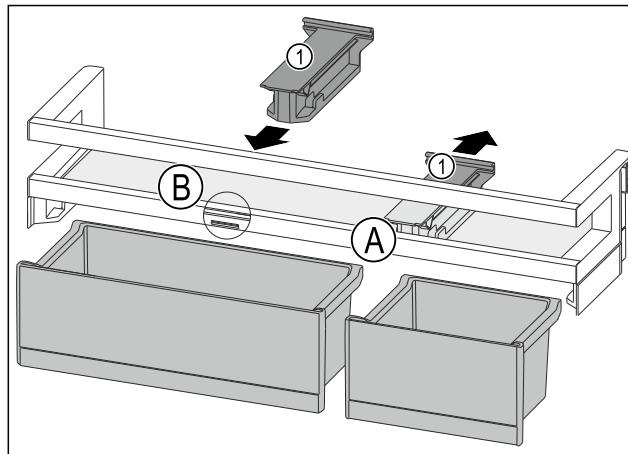

Fig. 114
- ▶ Изтеглете задържащата част Fig. 114 (1) на позиция Fig. 114 (A) назад.
- ▶ Поставете задържащата част Fig. 114 (1) на позиция Fig. 114 (B).